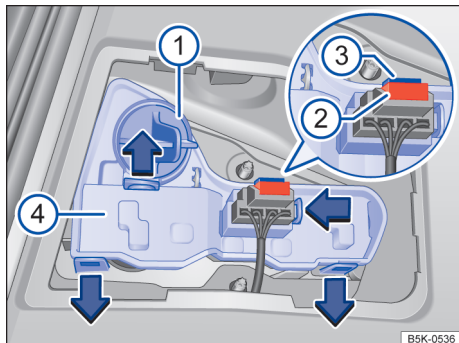

Fig. 192 Na tampa do compartimento de bagagem: extrair o suporte da lâmpada.
- ④ Gire o suporte da lâmpada → Fig. 192 ④ no sentido anti-horário ao máximo e o extraia junto com a lâmpada para trás.
- ⑤ Substitua a lâmpada com defeito por outra nova do mesmo tipo. Coloque o suporte da lâmpada ① e gire no sentido horário ao máximo.
- ⑥ Extraia a trava ②. Pressione o travamento ③ do conector e desacople o conector.
- ⑦ Destrave as linguetas de encaixe do suporte da lâmpada ④ no sentido das setas e extraia o suporte da lâmpada.
- ⑧ Substitua a lâmpada com defeito por outra nova do mesmo tipo.
- ⑨ Coloque de novo o suporte da lâmpada. As linguetas de encaixe deverão encaixar de modo audível.
- ⑩ Acople o conector ao suporte da lâmpada e instale a tampa. A tampa deve encaixar e ficar bem fixada.
- ⑪ Fechar a tampa do compartimento de bagagem → Página 87.